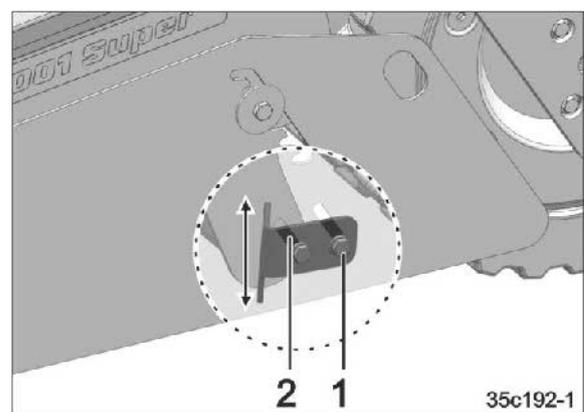

图 112
1. 松开螺栓（图 112/1）。
2. 将导土角板（图 112/2）移动至所需位置。